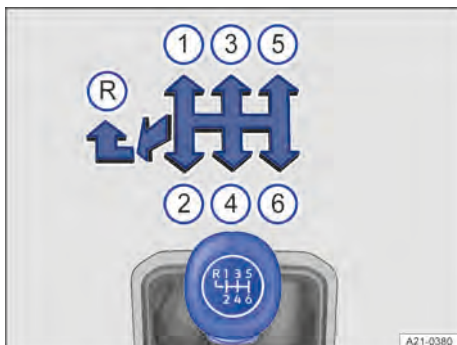

Abb. 110 Schaltschema des 6-Gang-Schaltgetriebes.
Auf dem Schalthebel sind die Positionen der einzelnen Gänge dargestellt → **Abb. 110**.
3. Den Schalthebel herunterdrücken und ganz nach links und dann nach vorn in die Rückwärtsgangposition schieben → **Abb. 110** .